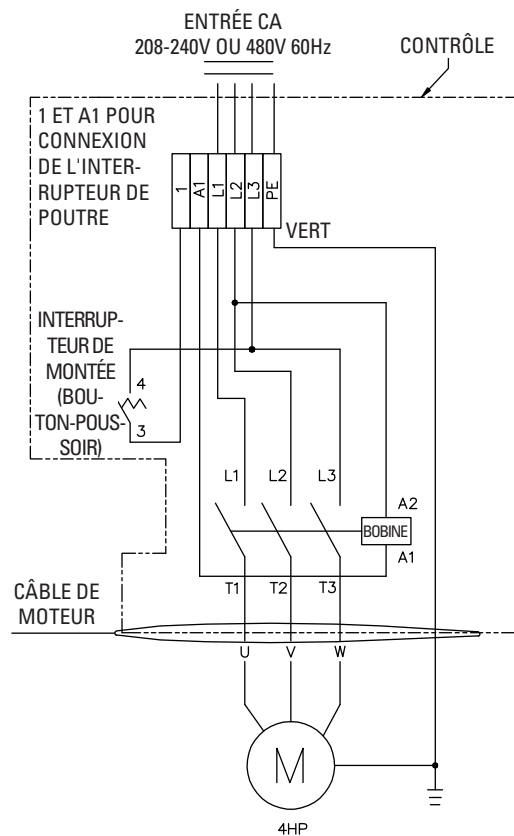

Fig. 22b
IMPORTANT : Utilisez un circuit séparé pour chaque unité d'alimentation. Protégez chaque circuit avec un fusible à retardement ou un disjoncteur. Pour 208-230V triphasé 208-230V, utilisez un fusible de 20 ampères. Triphasé 208-240V, utiliser un fusible de 20 ampères. Pour le triphasé 400 V et plus, utilisez un fusible de 10 ampères. Pour le câblage, voir Fig. 21, Fig. 22 et Fig. 22b. Tout le câblage doit être conforme aux exigences du NEC et à tous les codes électriques locaux.
17. Commutateur de poutre : Vérifiez l'assemblage de l'interrupteur de poutre pour vous assurer que la barre de l'interrupteur appuie suffisamment sur le piston de l'interrupteur pour l'actionner. L'interrupteur de poutre est câblé normalement ouvert, voir Fig. 21, Fig. 22 et Fig. 22b. Le pont élévateur ne fonctionne pas tant que le poids de la barre de commutation n'appuie pas sur le plongeur du commutateur. Vérifiez que le groupe d'alimentation s'arrête de fonctionner lorsque la barre de commutation est relevée, et redémarre lorsque la barre est relâchée.